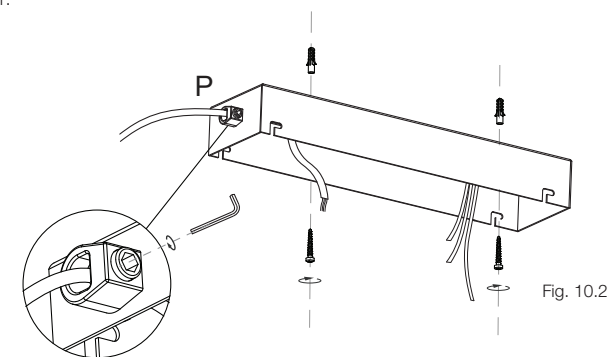

Fig. 10.2.
10.2. Fixer la monture au plafond comme indiqué sur la figure 10.2. Faire passer le câble du tube (P) dans le serre-câbles et le visser.
10.2. Die Deckenrosette wie in Abbildung 10.2 gezeigt an der Decke befestigen. Das Kabel des Rohrs (P) durch die Kabelverschraubung führen und festschrauben.